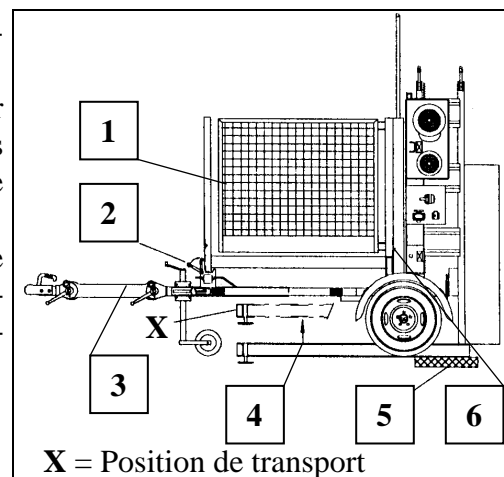

Fig. 17 Chargement de la remorque de transport
- Placer des appuis assurant la répartition de la charge (cf. Fig. 17, pos. 5) sur le sol, sous le pied du mât de base.
- Détacher la plateforme de transport de la remorque en desserrant le boulon à œillet (cf. Fig. 17, pos. 2) et le basculant. Ouvrir le verrou (6).